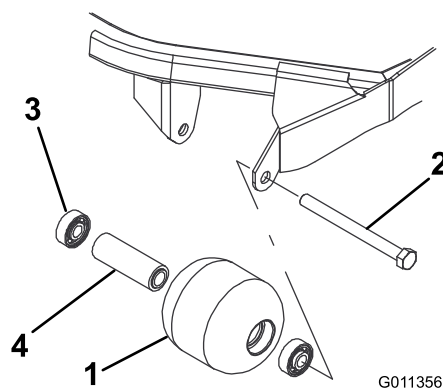

Figura 120
1. Rimuovete il bullone di montaggio del rullo (Figura 120).
distanziale del cuscinetto del rullo (Figura 120). Sostituite tutti i componenti danneggiati e procedete con il loro montaggio.
1. Montate il primo cuscinetto premendolo nell'alloggiamento all'interno del rullo (Figura 120). Premete soltanto sulla pista esterna o, in misura uguale, sulla pista interna ed esterna.
2. Inserite il distanziale (Figura 120).
3. Montate il secondo cuscinetto premendolo nell'alloggiamento all'interno del rullo (Figura 120). Premete in misura uguale sulla pista interna ed esterna, fino a quando la pista interna non tocca il distanziale.